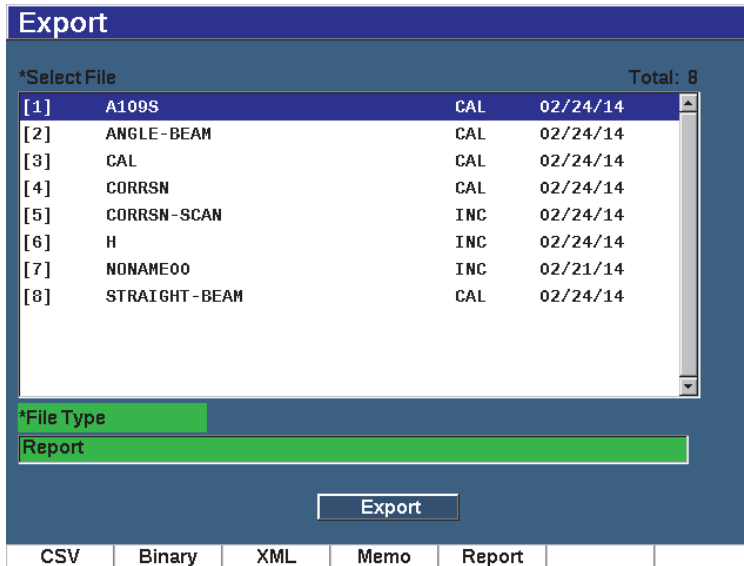

Figura 10-19 Página Export
1. Pulse el botón **Export**, (tecla P2) para mostrar la página de configuración **Export** (vea la Figura 10-19 en la página 248).